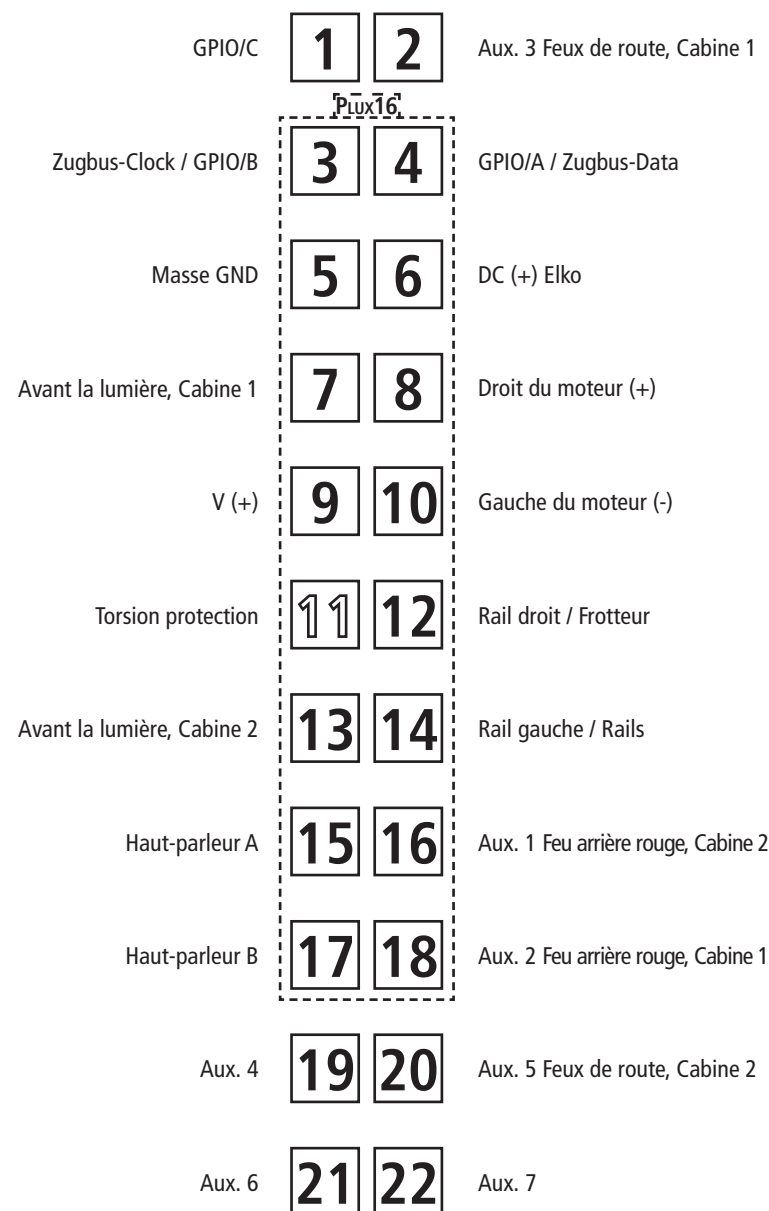

Fig. 6
Mehrzugbetrieb: Zuerst Lokgehäuse abnehmen (Fig. 4). Danach den Brückenstecker aus der Schnittstelle entfernen (diesen sorgsam aufbewahren). Danach den Stecker des Decoders lage-richtig einsetzen (Fig. 6).
Running in digital mode: Remove the jumper from the interface. Finally put the plug of the decoder into the interface as shown in fig. 6.
1. Nettoyage des lames de courant aux roues: Les lames de contacts risquent de s'encrasser rapidement sur des voies poussiéreuses. Veuillez **enlever la poussière** aux endroits marqués à la fig. 6 à l'aide d'un petit pinceau souple.
Exploitation en télécommande multi-trains: Enlevez la fiche de shuntage de l'interface (à conserver!) et enfichez finalement la fiche de décodeur aux prises de l'interface. Veillez à la position correcte de la fiche (fig. 6).